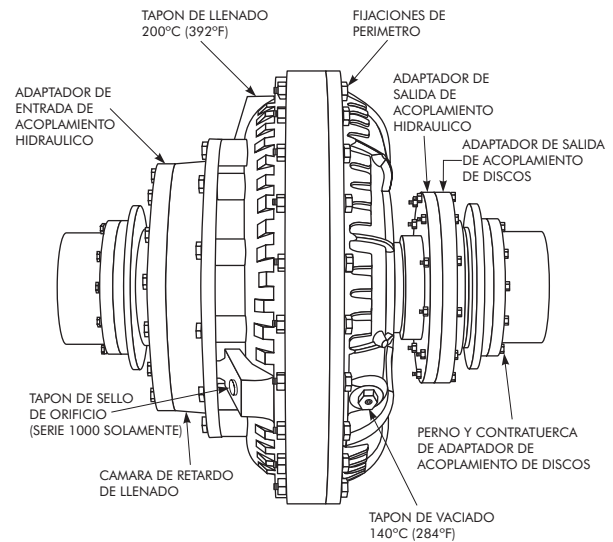

Figura 1
- A. El acoplamiento hidráulico se despacha con los adaptadores de entrada y de salida, los conjuntos de discos y los adaptadores de acoplamiento armados, como se muestra en la Figura 1, página 1.
- A. Girar el acoplamiento hidráulico hasta que el tapón de llenado quede en la parte superior y sacarlo. (Los tapones de llenado y vaciado tienen roscas métricas.) Ver la Figura 1, página 1.